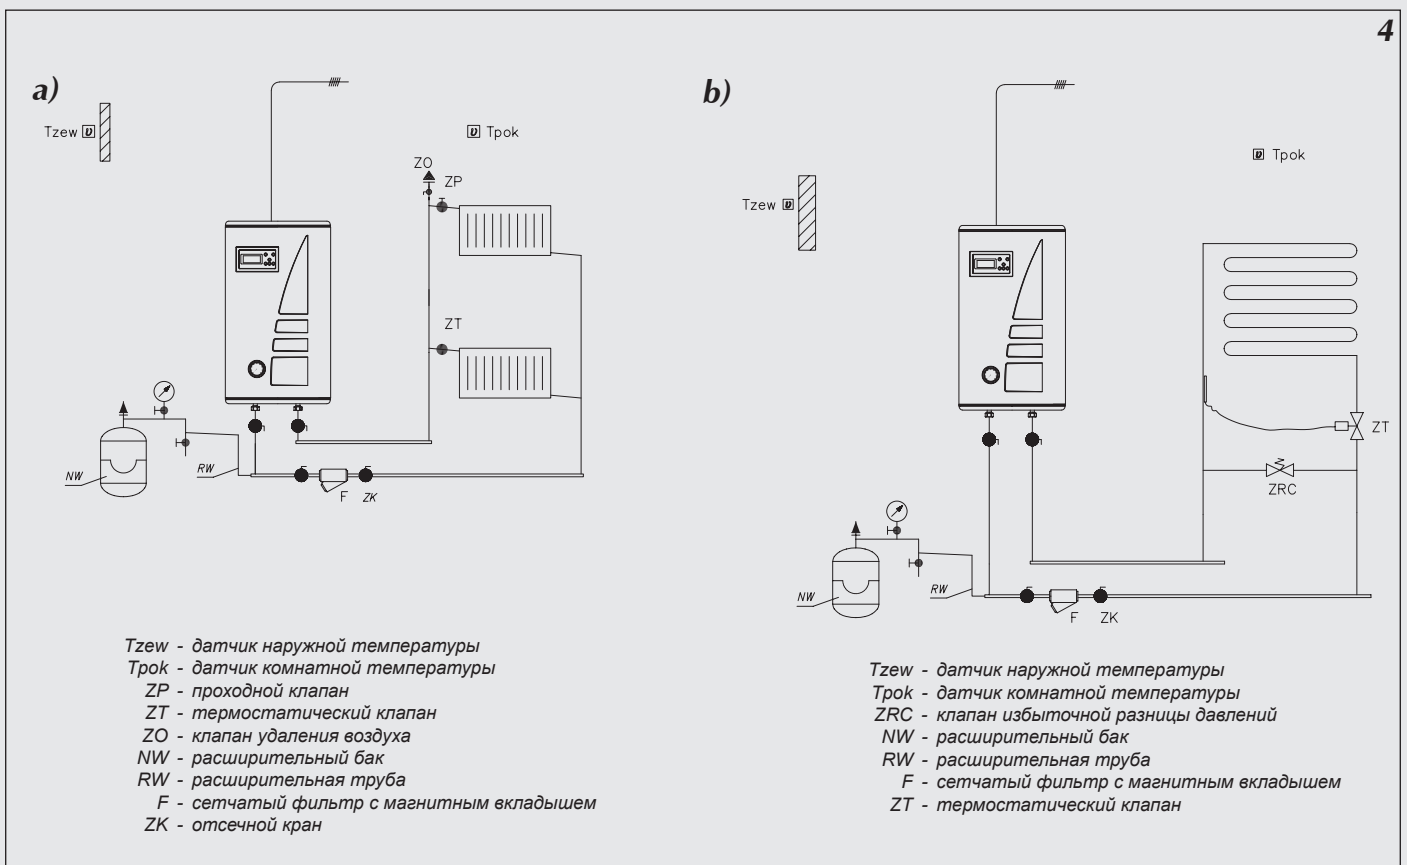
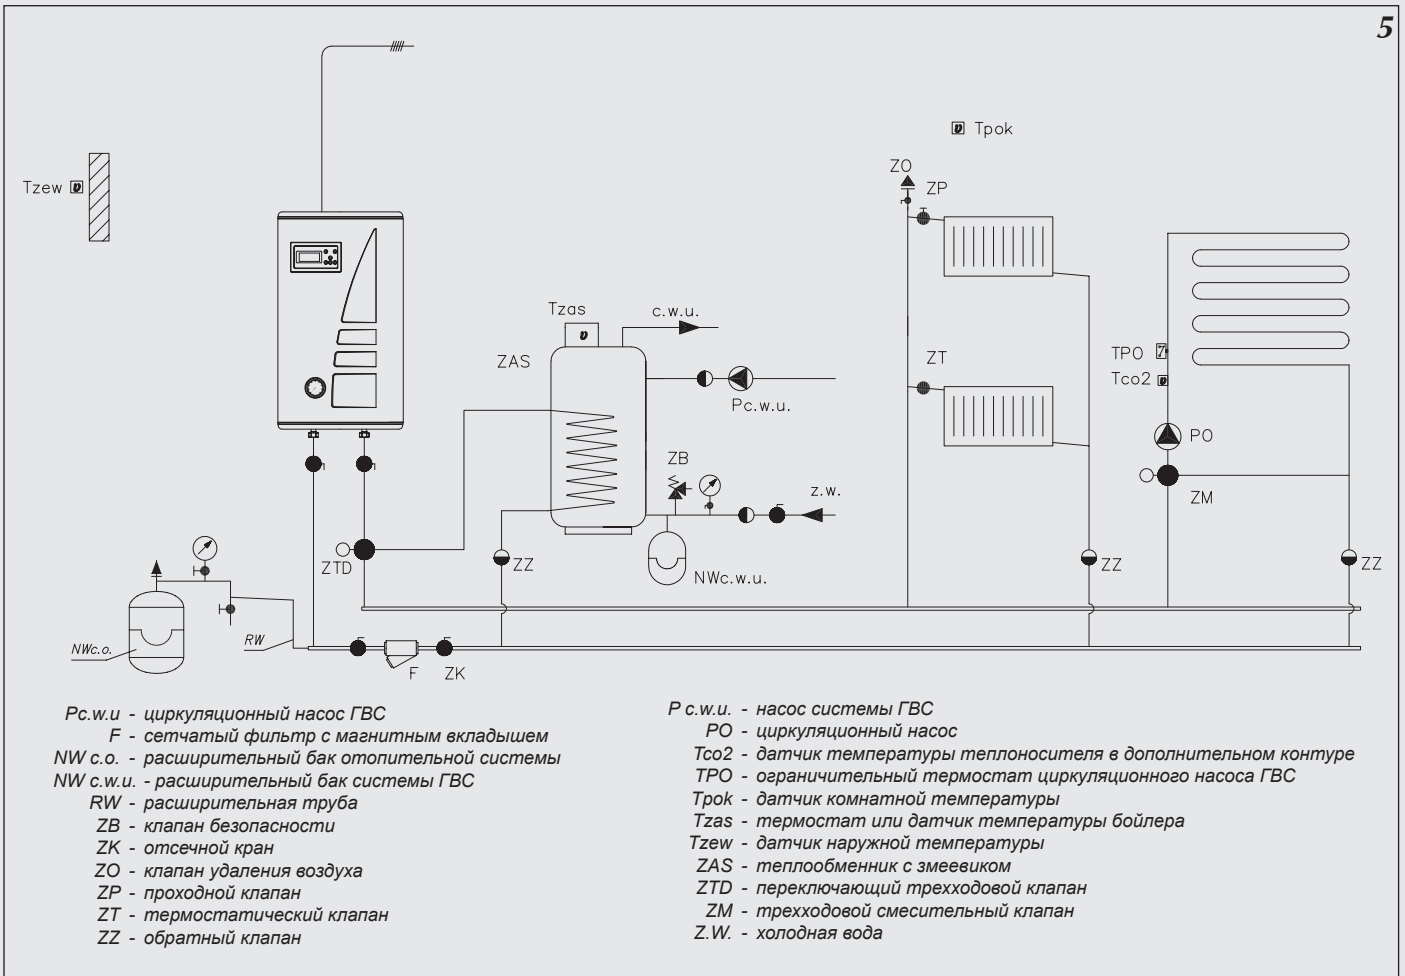

Рис.4 Примерная схема отопительной системы с котлом ЕКСО.М1z
Рис.5 Примерная схема отопительной системы с котлом EKO.M1z – радиаторы, обогрев теплых полов, бойлер косвенного нагрева.
2. Подключить котел к отопительной проводке, оснащенной отсечными кранами (рис.4 и рис.5).